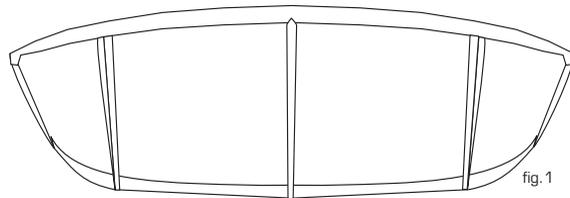
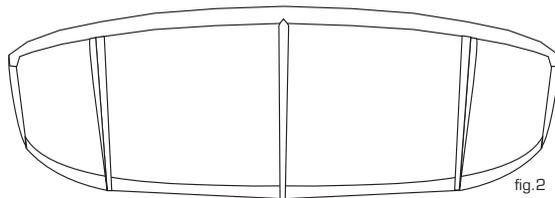

fig.1
fig.2
- ☒ ノットを縛り直し、再びラインの長さをチェックします（図1）。コントロールバーが均等になるまで、調節を続けます。
- ☒ 空気を入れるときはカイトのバルブに垂直になるよう、ポンプを持ちます。片手でバルブをしっかりと持ち、残りの手でポンプの操作を行います（図1）。これによって内蔵ブラダーの動きをサポートします。
- ☒ バテンが十分に膨らんだら、バルブプラグがバルブにきちんと入っていること、ベルクロがそれぞれのバルブをきちんとカバーしていることを確認します（図2）。
- 3☒ カイトが頭の上にある場合、ハーネスループを使用しハーネスを引き込みながら空気の入ったバテンとウイングチップの関係を観察します。きちんとチューニングされたカイトのウイングチップはバテンと平行になり、ステアリングライン（バックライン）にテンションがかかります（図1）。ウイングチップがリーディングエッジの部分で外側に曲がっている場合は、カイトの引き込み過ぎです（図2）。
- 7☒ ラインやギア、ランチング場所をチェックし、それが万全ならばカイトをセルフ・ランチングする準備は完了です。カイトを表向きしリーディングエッジが風上に向かうように置き換えます。(図1)
- 8☒ ウイングチップのボトムを(地面に一番近い部分)カイトに重ねるように折り曲げます。一番近い位置のあるパテンまで折り曲げましょう。(図2)